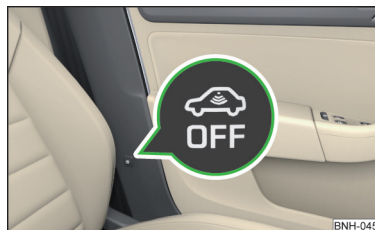

Fig. 48
- ▶ Apăsați butonul  de pe stâlpul central de pe partea șoferului » fig. 48, în buton se aprinde simbolul .